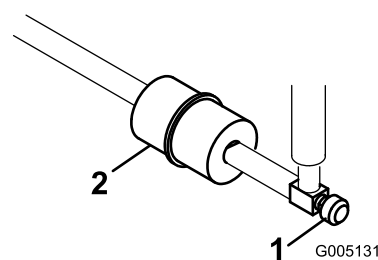

Figura 38
El tubo de combustible lleva incorporado un filtro en línea entre el depósito de combustible y el carburador (Figura 38). Cambie el filtro cada 800 horas o antes si se obstruye el flujo de combustible. Asegúrese de que la flecha del filtro apunta hacia el carburador.
- Cierre la válvula de cierre de combustible, afloje la abrazadera en el lado del carburador del filtro y retire el tubo de combustible del filtro (Figura 38).
- Coloque un recipiente debajo del filtro, afloje la otra abrazadera y retire el filtro (Figura 38).